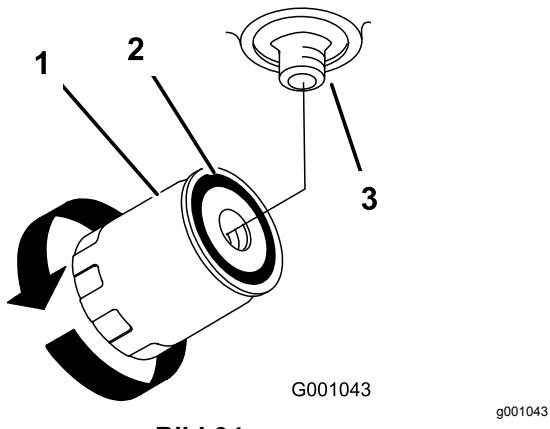

Bild 94
7. Ölen Sie die Gummidichtung am Ersatzfilter leicht mit Frischöl ein (Bild 94).
9. Füllen Sie den Hydraulikbehälter mit Hydraulikflüssigkeit, bis die Flüssigkeit über den Filter läuft. Drehen Sie den Filter dann nach rechts, bis die Gummidichtung den Filteradapter berührt. Ziehen Sie den Filter dann um eine weitere halbe Umdrehung fest (Bild 94).